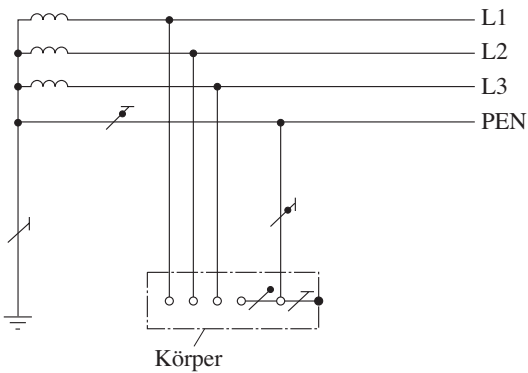

Bild 4.2 TN-C-Netz: Neutraleiter- und Schutzleiterfunktionen sind im gesamten Netz
- TN-C-Netz** – Neutralleiter und Schutzleiter sind im gesamten Netz in einem gemeinsamen Leiter, dem PEN-Leiter, zusammengefasst. Beim Einsatz von Überstromschutzorganen entspricht dieses Netz der ehemaligen klassischen Nullung (**Bild 4.2**).